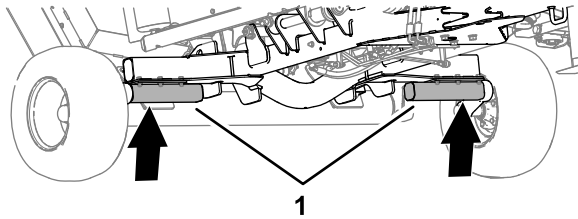

Figura 45
1. Eleve el cortacésped en los semiejes, como se muestra en la Figura 45.